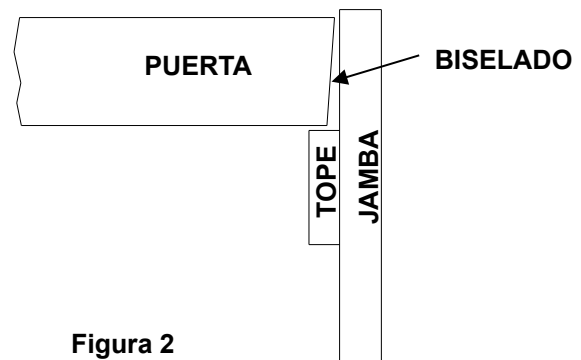

Figura 2
4. Si su puerta actual tiene un biselado, se debe realizar el mismo en su puerta nueva, como se muestra en la Figura 2. La mayoría de las puertas están biseladas aproximadamente de 3° a 5° para evitar que la puerta roce o se pegue a la jamba al cerrarla.